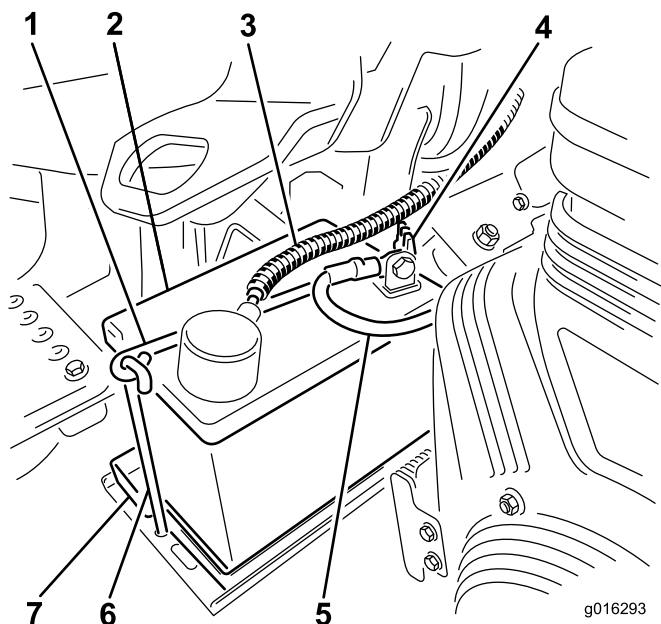

Figure 8
- Placez la batterie sur son support et fixez-la avec la barrette et les fixations retirées précédemment (Figure 8).
8. Raccordez le câble positif (rouge) de la batterie à la borne positive (+) et le câble négatif (noir) à la borne négative (-) et fixez-les en place avec les vis et les écrous (Figure 8). Placez le capuchon en caoutchouc sur la borne positive pour éviter les courts-circuits.